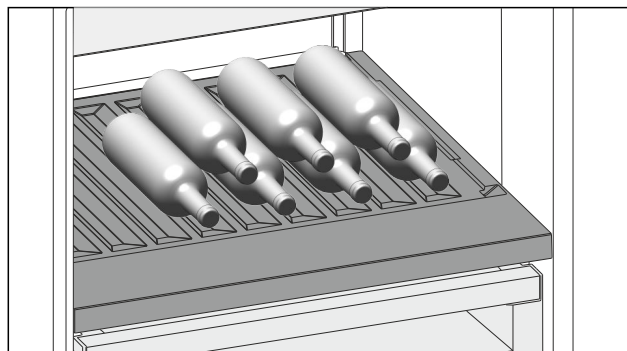

Fig. 115
- Flaschen mit dem Boden nach hinten zur Rückwand einlegen. (siehe Fig. 115)